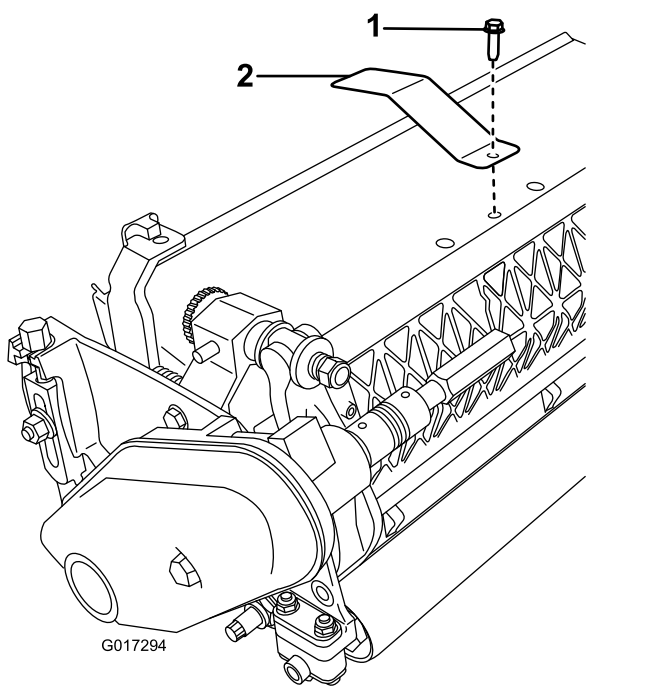

Figure 3
2. Retirez le boulon central du déflecteur d'herbe (Figure 3).
3. Montez la plaque-cible au sommet de l'unité de coupe à l'aide du boulon retiré précédemment (Figure 3).